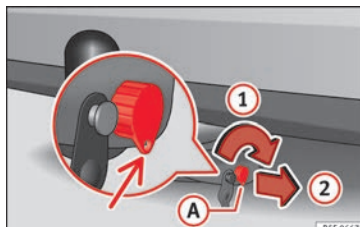

Fig. 237 Bloquear cerradura
- Gire la llave **A** en el sentido de la flecha **1** hasta que la parte agujereada de la llave llegue a su posición inferior » **fig. 237**.